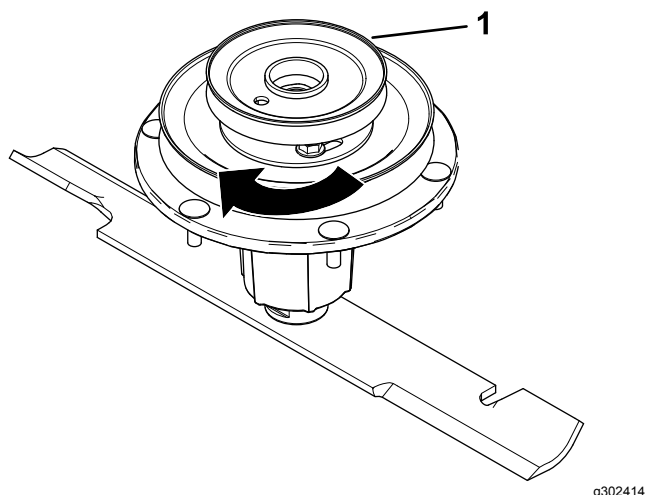

Figure 12
7. Tournez la poulie pour la bloquer en position (Figure 12).